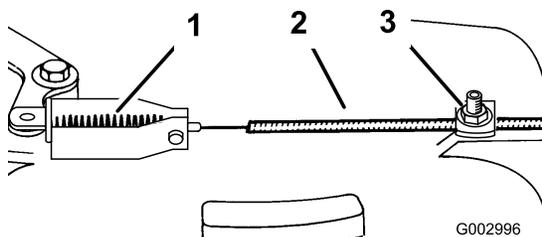

Figure 31
3. Desserrez la vis du serre-câble jusqu'à ce que la gaine du câble puisse coulisser (Figure 31).